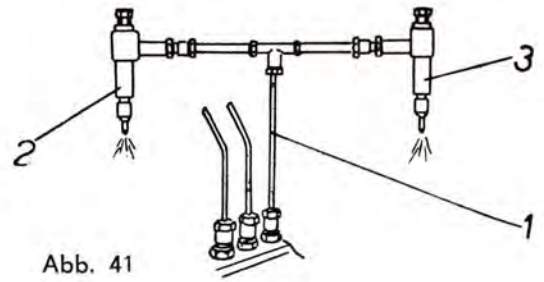

Abb. 41
1. Das Hilfsrohr in T-Form (Abb. 41/1) ist an Stelle des Einspritzrohres an die Pumpe anzuschrauben.
2. An ein Ende des T-Rohres ist ein überprüfetes Einspritzventil (Abb. 41/2) anzuschrauben, an das andere Ende das Ventil (Abb. 41/3), das geprüft werden soll.